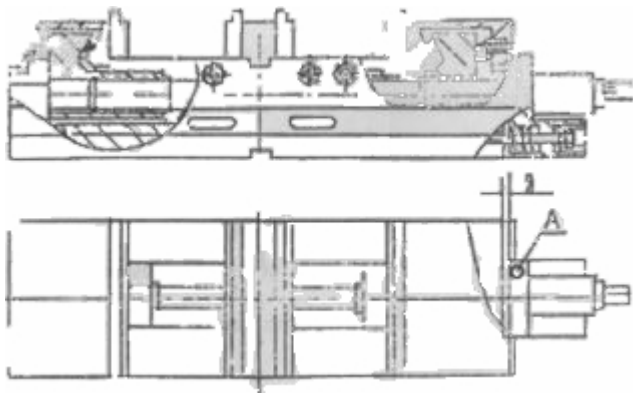

Рис.3 Устройство двухпозиционных тисков
3.2. Подвижный механизм, состоящий из пружины, опорной базы и втулки расположенный в корпусе тисков. Процесс разжимания губок может быть отрегулирован с помощью пружины. Для этого ослабьте винт А, показанный на рис.3 и отрегулируйте относительное положение опорной базы и втулки для более плотного сжатия.